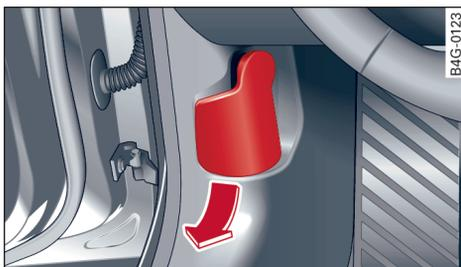

图 260 驾驶员侧放脚空间：开锁杆
- ▶ 打开驾驶员车门，按箭头方向拉仪表板下面的操纵手柄⇒图 260。